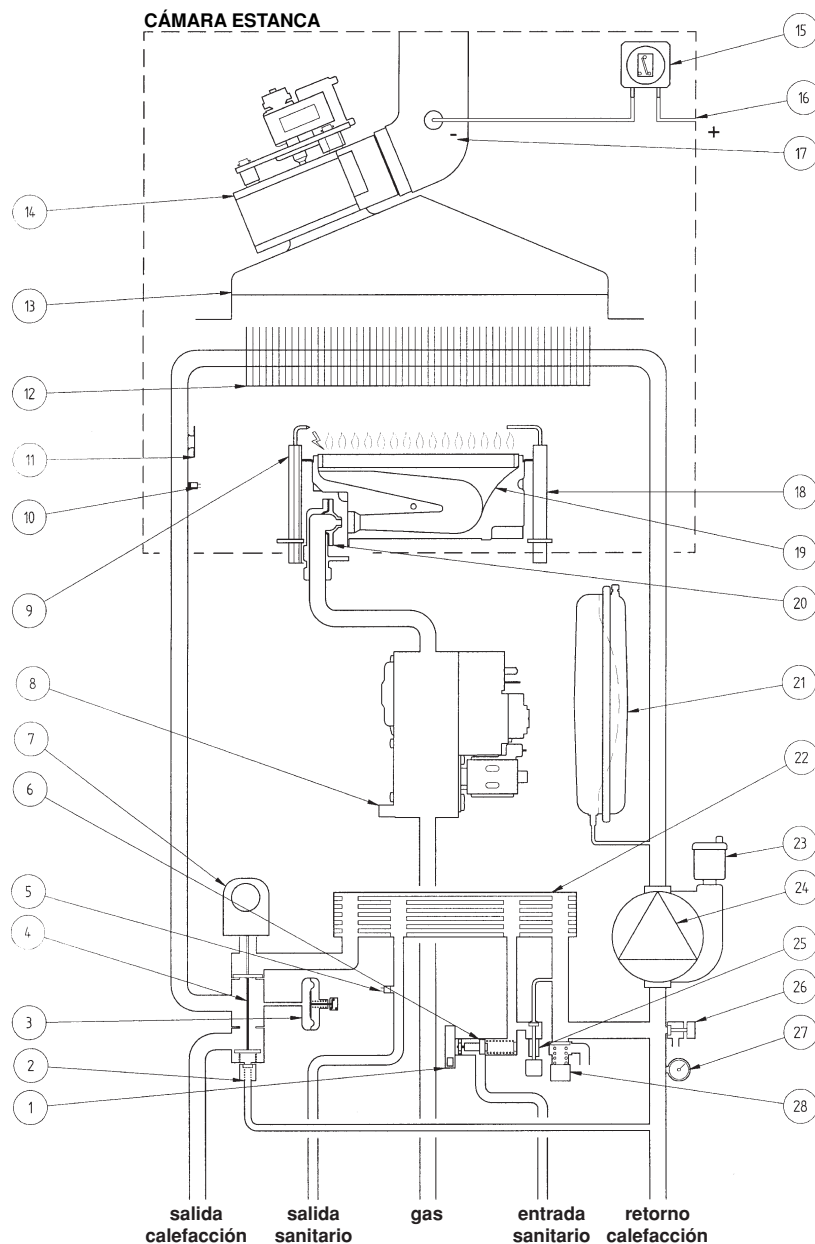

Figura 20
Este dispositivo (15 - figura 20) impide que se encienda el quemador si la salida de humos no funciona perfectamente. Ante la presencia de alguna de estas anomalías:
Este dispositivo (14 - figura 20), cuyo sensor está situado en la parte izquierda de la campana de salida de humos, corta el paso de gas al quemador principal si la chimenea está obstruida o no tiene buen tiro. En estas condiciones la caldera se bloquea y en pantalla aparece el código de error E03 (apartado 10). Para encender enseguida la caldera, elimine la causa del bloqueo y ponga el selector de la figura 2 en la posición (0) durante al menos dos segundos.
El electrodo de detección (18 - figura 20), situado a la derecha del quemador, garantiza la seguridad en caso de falta de gas o encendido incompleto del quemador. La caldera se bloquea después del tercer intento. Para restablecer el funcionamiento normal, ponga el selector de la figura 2 en la posición (R) durante al menos 2 segundos.
Este dispositivo (28 - figuras 19 y 25 - figura 20), calibrado a 3 bar, protege el circuito de calefacción.